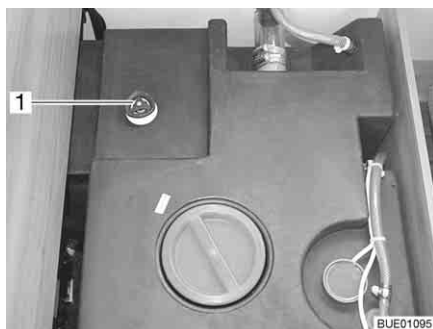

Fig. 226 Reservatório da água com manípulo rotativo
- No reservatório da água, gire o manípulo rotativo (Fig. 226,1) no sentido dos ponteiros do relógio até ao encosto.
- No reservatório da água, gire o manípulo rotativo (Fig. 226,1) em sentido contrário ao dos ponteiros do relógio até sentir resistência. A água sai até permanecerem ainda 60 litros.